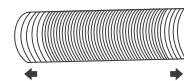

Рис. 4
1. Распрямите гибкий воздуховод, установите впускное и выбросные сопла (Рис. 4–6).